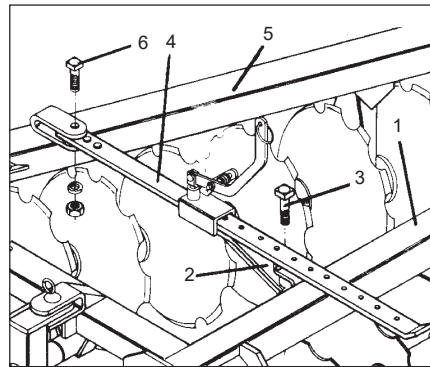

FIGURA 07
11 - Colocar en la armación delantera (1) la alza de traba (2), con el perno (3), pasar la traba (4), por el interior del cuerpo de traba, uniendo la sección trasera (5) a través del tornillo (6), conforme **Figura 07**.